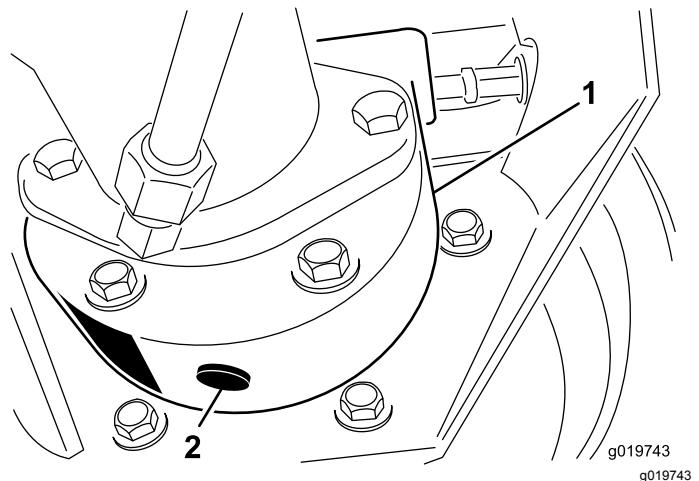

Figura 56
- Coloque un recipiente debajo del alojamiento del freno, retire el tapón y deje que se drene el aceite (Figura 56).